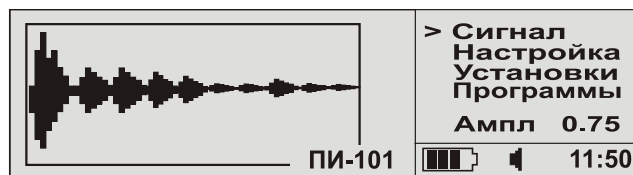

Рис. 3. Режим «Сигнал».
5.2.4 Режим «Сигнал» (рис. 3) служит для визуального наблюдения сигнала с преобразователя. Данный режим используется при настройке дефектоскопа для установки усиления и задержки сигнала.